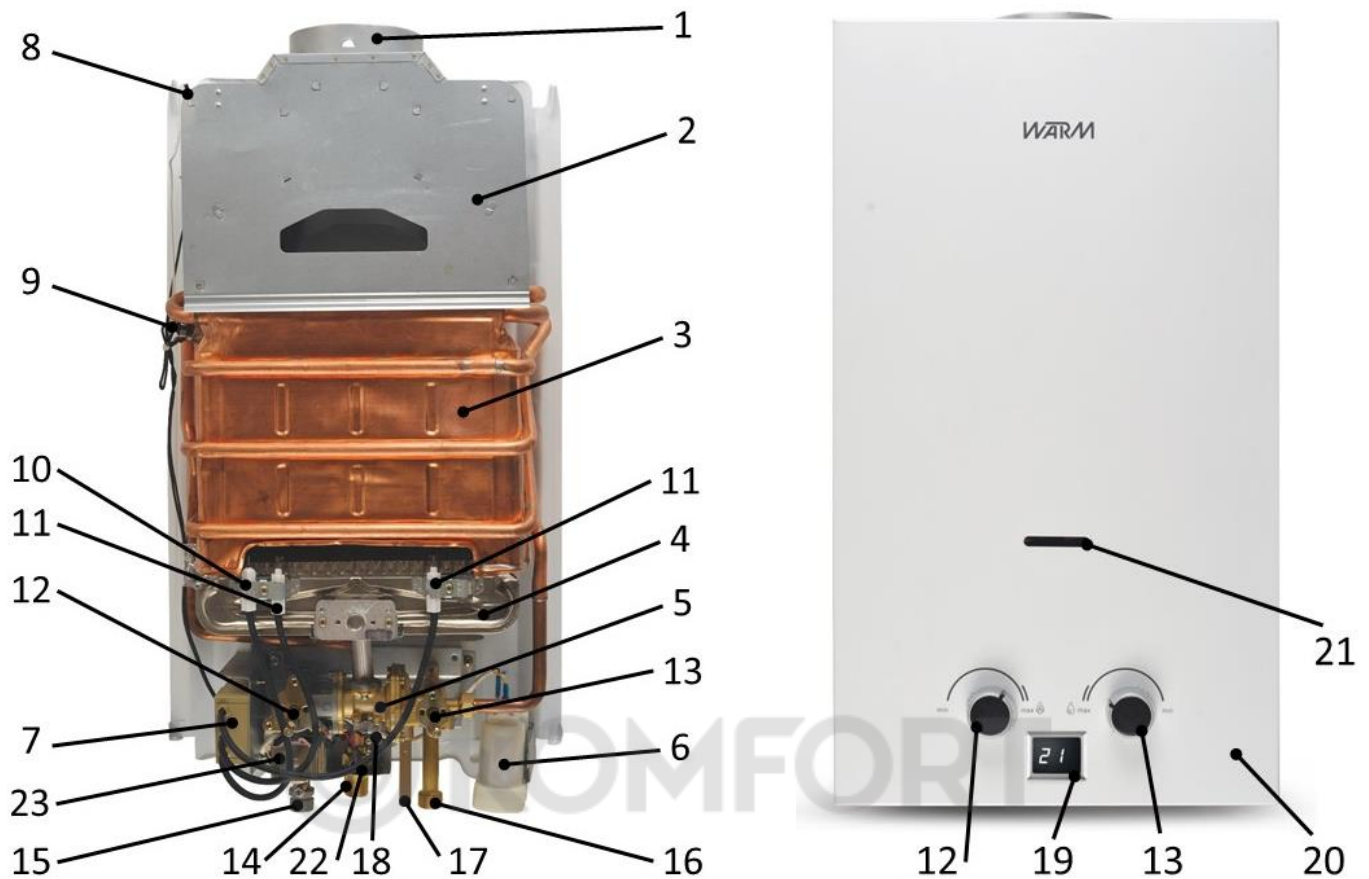

Рис.3
- Откройте крышку батарейного отсека и вставьте 2 батарейки типа LR20 в отсек (6), находящийся в нижней правой части аппарата, как показано на рис. 3
Для проверки датчика тяги 8 (рис 3) необходимо отсоединить от аппарата газоотводящую трубу, включить аппарат и при номинальном режиме работы (при полностью открытом газовом кране и номинальном расходе воды) закрыть дымоход 1 (рис.3) аппарата металлическим листом. Через 10...60 секунд аппарат должен отключиться. При неисправности датчика тяги его необходимо заменить, сняв его с со стабилизатора тяги 2 (рис. 3). Для замены может быть использован только датчик тяги, предусмотренный предприятием-изготовителем. Порядок замены датчика см. раздел «Ремонт аппарата и замена запчастей». После замены датчика тяги необходимо повторить испытание. После проверки подсоединить газоотводящую трубу к аппарату, обеспечив герметичность соединения.
- Снимите регуляторы мощности и температуры со штоков (рис. 3).
Аппарат снабжен датчиком тяги поз.8, рис.3, контролирующим полноту удаления продуктов сгорания, который автоматически перекрывает подачу газа на установку в случае возникновения проблем с отводом продуктов горения в связи с погодными условиями или отсутствием тяги. В случае отсутствия или неисправности этого датчика эксплуатировать аппарат запрещается. При ремонте датчика следует использовать только оригинальные запасные части.
- Снять регуляторы мощности 12 (рис.3) и температуры 13 со штоков.